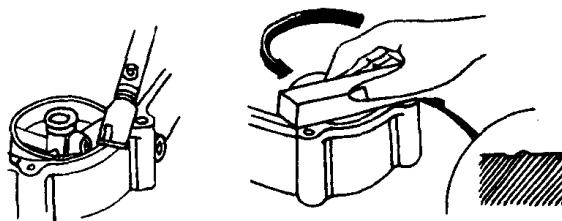

图 1-6 贴合面的治理
21. 应将发动机各贴合面上粘附的衬垫材料仔细清除之后再行组装。接触面的伤痕要用油石将其打磨均匀，去除伤痕。如图 1-6 所示。